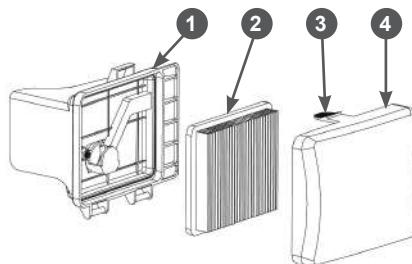

Рис. 19 Обслуживание воздушного фильтра
- Нажмите на фиксатор 3 и снимите крышку 4 воздушного фильтра (Рис. 19).
- Извлеките из корпуса 1 фильтрующий элемент 2 (Рис. 19).
- Произведите очистку крышки 4 воздушного фильтра и корпуса 1, не допуская попадания пыли и грязи в воздуховод, ведущий к карбюратору (Рис. 19).